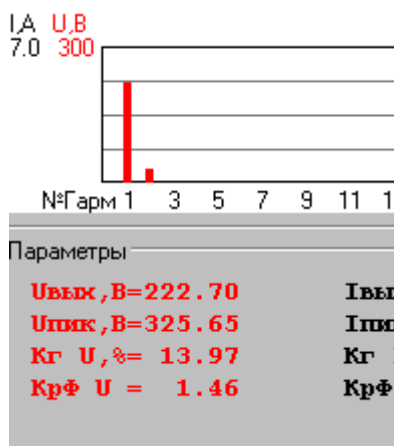
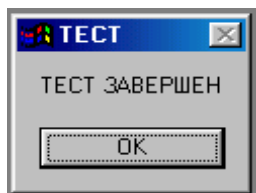
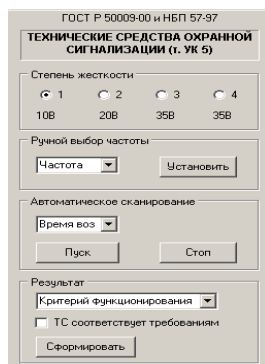

Рисунок 8
Рисунок 9
Рисунок 10
10.7.4 Погрешность установки напряжения генерируемых гармоник и интергармоник определяется при помощи внутреннего измерителя. Для этого нажмите кнопку «Комбинация гармоник» и в окне «Набор гармоник» в первой строке установить номер гармоники (последовательно 2,4,10,20,40) и уровень 14. Нажать «ОК». Записать измеренное фактическое значение (рисунок 8).
Остановить генератор кнопкой «Стоп» и дождаться появления сообщения (рисунок 9).
10.9.3 Погрешность установки напряжения генерируемых гармоник определяется при помощи внутреннего измерителя. Для этого на генераторе устанавливаются амплитуды гармоник 10В ($K_{г}=3.2\%$), 20В ($K_{г}=6.4\%$) и 35В ($K_{г}=11.2\%$), в поле «Выбор частоты» (рисунок 10) последовательно выбираются частоты 100, 200, 500, 1000, 2000 и 5000 Гц, нажимается кнопка «Установить», измеряются фактические значения напряжений гармоник (в процентах от первой гармоники, рисунок 8). Остановите генератор кнопкой «Стоп» и дождитесь появления сообщения (рисунок 9).